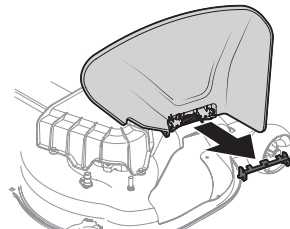

Figure 19
1. Repérez le support qui retient le déflecteur d'éjection en position verticale à des fins d'expédition. Retirez le support du déflecteur d'éjection, si présent, avant d'utiliser l'appareil. Relevez le déflecteur d'éjection et maintenez-le dans cette position pour enlever le support. Abaissez le déflecteur d'éjection et jetez le support (Figure 19).